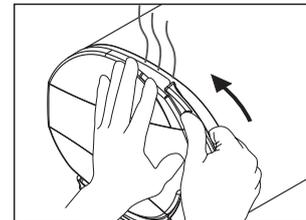

Fig. 7
**Atenção!** Ao abrir a porta, apoie as **mãos somente no painel** (Fig. 7), nunca na parte de cima da autoclave.